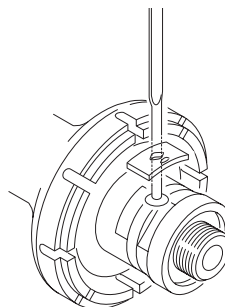

Fig. 65
- 2) Inserite il raggio e la piastrina nell'apposita sede sul lato del mozzo facendo attenzione che il lato con la tacca sulla faccia convessa della piastrina rimanga rivolto verso l'esterno del mozzo (Fig. 65).
- 2) Fit the spoke and the plate in the special seat on the side of the hub, making sure that the side with the notch on the convex face of the plate faces outwards from the hub (Fig. 65).
- 2) Die Speiche und das Plättchen in den vorgesehenen Sitz auf der Seite der Nabe einsetzen und darauf achten, daß die konvexe und mit einer Kerbe versehene Seite des Plättchens von der Nabe nach außen hin gerichtet ist (Abb. 65).
- 2) Introduisez le rayon et la plaquette dans le logement prévu à cet effet sur le côté du moyeu en veillant à ce que le côté avec l'encoche sur la surface convexe de la plaquette reste tourné vers l'extérieur du moyeu (Fig. 65).
- 2) Meter el radio y la placa en el asiento correspondiente en el lado del buje, prestando atención a que el lado con la ranura en la cara convexa de la placa quede hacia el exterior del buje (Fig. 65).